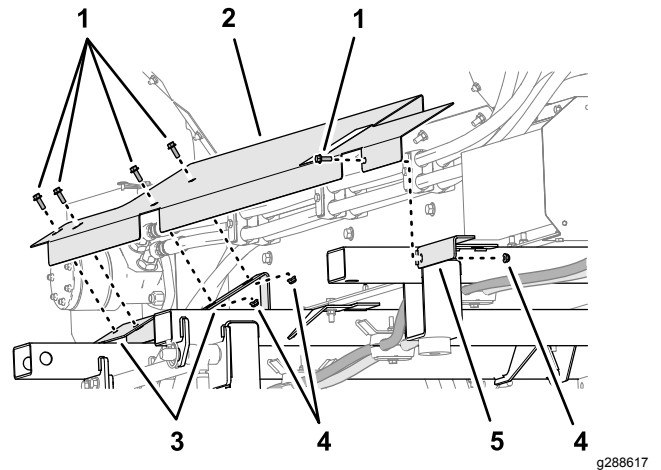

Figura 27
1. Alinee las ranuras del protector lateral con las ranuras en los 2 soportes del protector de los travesaños central y trasero y el soporte en L del travesaño delantero (**Figura 27**).
2. Monte el protector lateral en el soporte del protector en el travesaño central (**Figura 27**) con 2 tornillos de caperuza con arandela prensada ($\frac{1}{4}" \times \frac{3}{4}"$) y 2 contratuercas con arandela prensada ($\frac{1}{4}"$).
3. Monte el protector lateral en el soporte en L en el travesaño delantero (**Figura 27**) con un tornillo de caperuza con arandela prensada ($\frac{1}{4}" \times \frac{3}{4}"$) y una contratuerca con arandela prensada ($\frac{1}{4}"$).
4. Monte el protector lateral en el soporte del protector en el travesaño trasero (**Figura 27**) con 2 tornillo de caperuza con arandela prensada ($\frac{1}{4}" \times \frac{3}{4}"$).